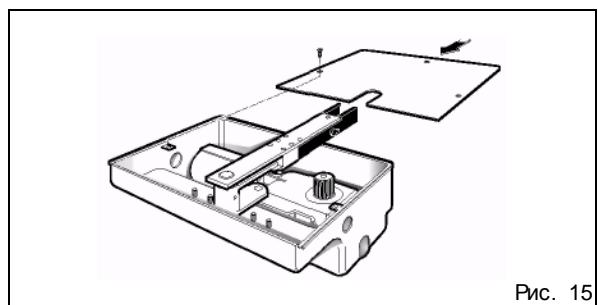

Рис. 15
- 4) Монтажный бокс следует закрыть крышкой, которую крепят винтами (рис. 15).